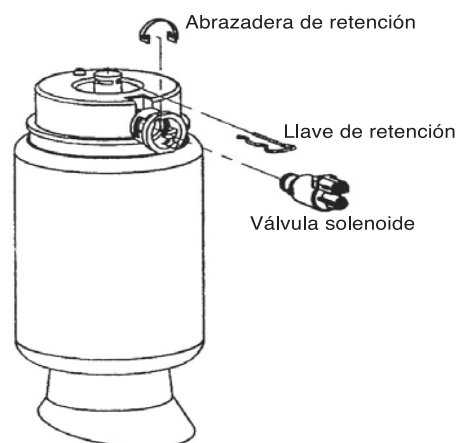

FIG 1
11. (FIG. 1) Desconecte el conector eléctrico ubicado arriba del resorte. Presione sobre la pequeña arandela exterior de color mientras jala del tubo para extraer el tubo de aire. Para sacar el aire de los resortes de aire, quite la abrazadera de sujeción de la válvula solenoide y haga girar las válvulas solenoide hacia la izquierda hasta el primer punto. De esa forma se liberará lentamente el aire presente en el resorte y en el sistema de suspensión. (Si fuere necesario, consulte el Manual del propietario de Ford.)
12. (FIG. 1) Gire la válvula solenoide hasta el segundo punto y el aire comenzará a liberarse con rapidez. El sistema no debe tener nada de aire para poder quitar la válvula solenoide. Gire la válvula solenoide hasta el tercer punto, luego quítela del compartimiento de los resortes de aire. En caso de que desee volver a instalar el sistema de suspensión de aire, guarde el tubo y el conector en una bolsa de plástico sellada con cinta aislante para evitar que se humedezcan.